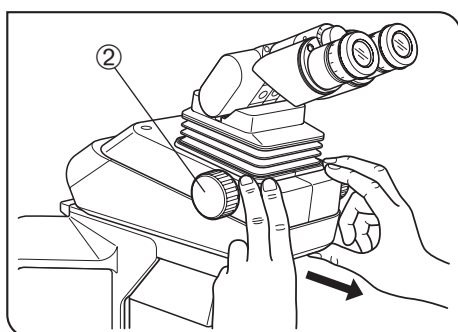

Рис. 31
- ☉ Регулируя положение тубуса вперед-назад, возьмитесь на основание тубуса, как показано на рис. 31.
- ☉ Для регулирования положения окуляра вверх-вниз поверните лимб ②.